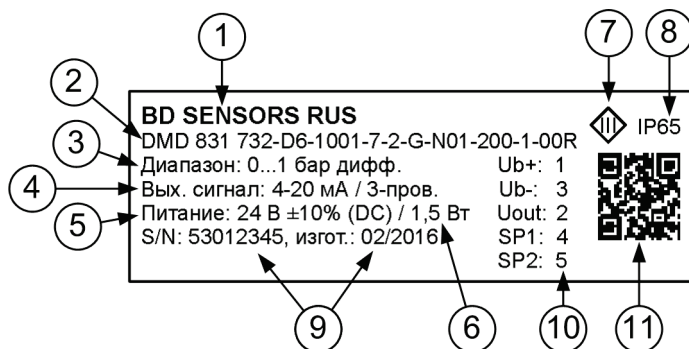

Рисунок 7.1 – Маркировка прибора
7.1 Прибор может быть идентифицирован по его производственной маркировке. Маркировка выполнена в виде наклейки и содержит (рисунок 7.1):